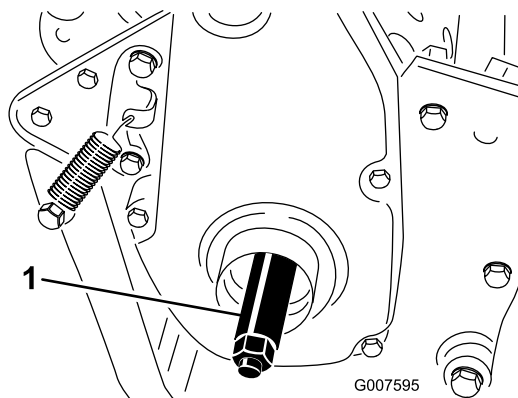

図 7
3. 右側ホイールシャフトを機体の右側にある駆動プーリのネジ穴にねじ込む図 7。